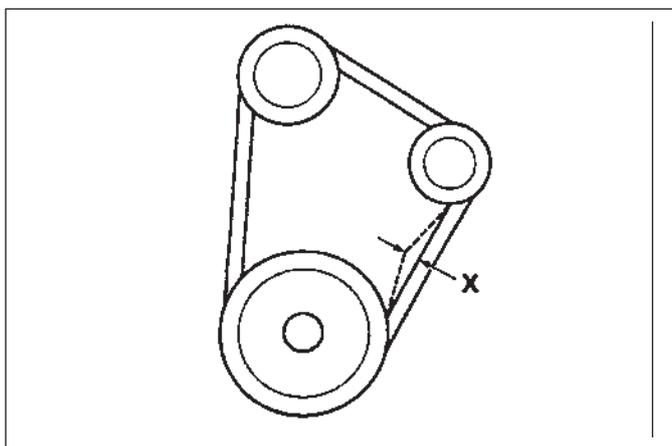

FIG. 6-17
**FIG. 6-17:** Une tension correcte de la courroie du ventilateur contribue à assurer une bonne circulation du liquide de refroidissement dans le bloc-cylindres et le radiateur. La tension de la courroie est bonne quand le fléchissement de la courroie est d'environ 14 mm en appuyant avec le pouce (10 kgf) au milieu de la courroie.